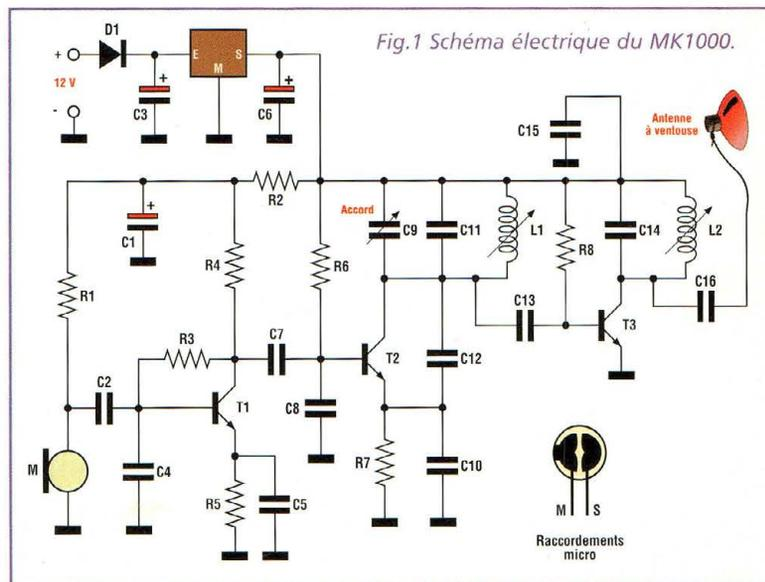

Fig.1 Schéma électrique du MK1000.
Le schéma électrique de l'émetteur est reproduit en fig.1. Le circuit est alimenté par une tension fixe stabilisée de 8 volts, fournie par le circuit intégré U1 (78L08). Ce dernier assure une stabilité en fréquence, vu que l'émetteur est insensible aux variations de la tension de la batterie. Le microphone à électret (M) reçoit la tension d'alimentation à travers la ré-